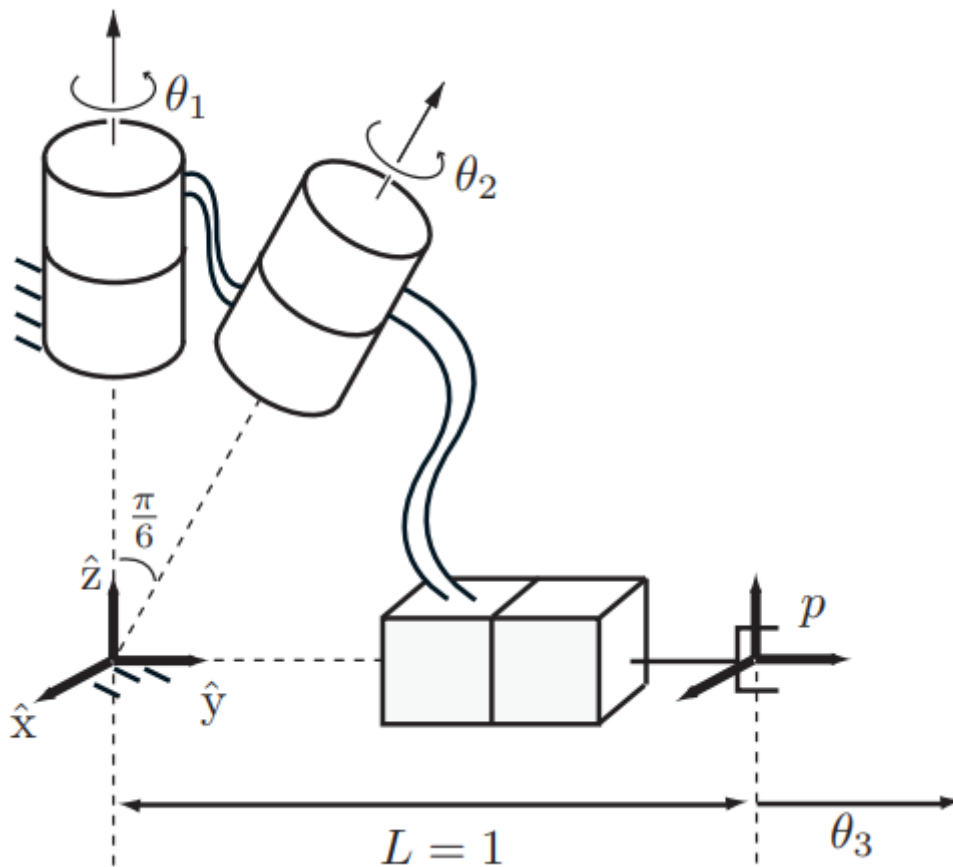

Рисунок 8. Робот 2RP.
6.2 Открытая цепочка робота RRP находится в исходном состоянии (рис. 8). Оси 1 и 2 соединений пересекаются в начале координат, конечный эффектор (p) находится в точке $(0, 1, 0)$.